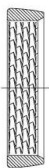

Bild 8
4. Klemmring Nr. 6950 (siehe Bild 8) muss nach jeder Demontage ausgetauscht werden.